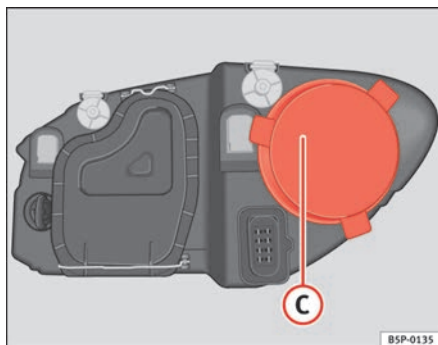

Abb. 189 Fernlicht
- Den Deckel ⇒ Abb. 189 ① abziehen.